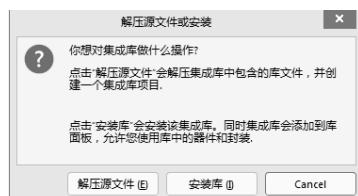

图 6-59 离散集成库
(1) 双击打开需要离散的 PCB 集成库文件，系统会自动提示一个如图 6-59 所示的对话框，可以选择下一步操作：“解压源文件”（离散集成库）、“安装库”（安装集成库），“Cancel”（取消）。